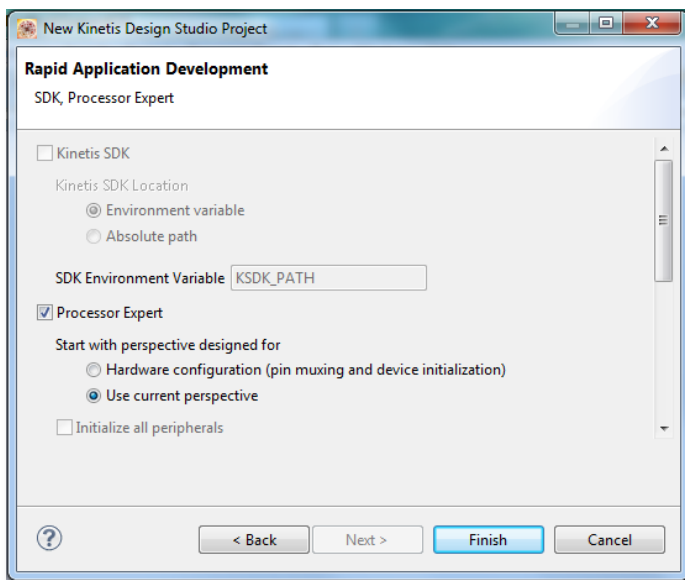

图 52 在 KDS 中新建工程步骤四
5. 在完成上述配置后，点击“Finish”可以看到如图 52 所示的“Project Explorer”界面。